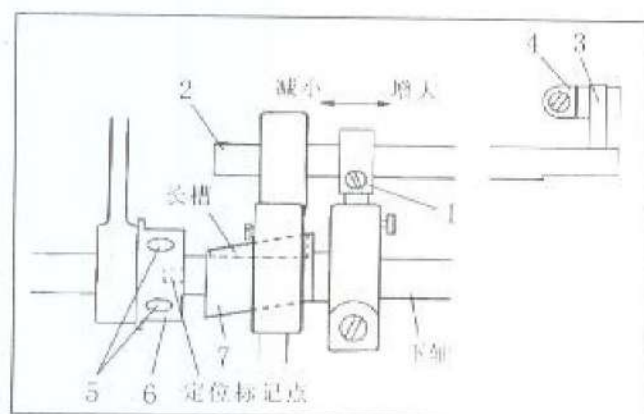

图22
- 1) 抬牙凸轮的定位（图22）：放倒机器，拧松抬牙凸轮螺钉（5），然后按住抬牙凸轮（6），再缓缓转动主动轮，当抬牙凸轮上的定位标记点与送布凸轮（7）上的长槽成90°时，拧紧抬牙凸轮螺钉。
31. 调节倒顺缝针距误差（图22）：